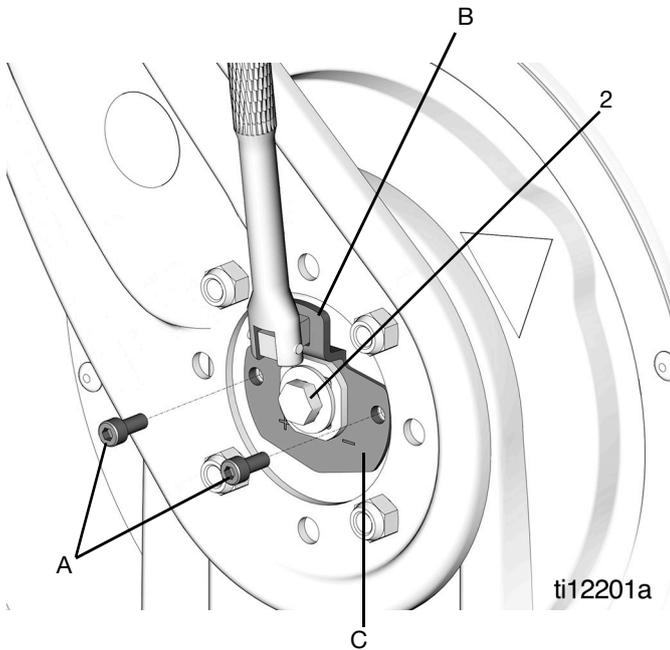

FIG. 2
- b. Afloje el tornillo (2) 3 a 5 vueltas. No lo retire completamente (FIG. 2).
- c. Use una llave hexagonal para aflojar los dos tornillos (A). No los retire completamente (FIG. 2).
- d. Inserte una barra de fuerza para tubo con encastre de 3/8 pulg. en la abertura (B) de la placa de ajuste del muelle (C)(FIG. 2).
- e. Mientras sujeta la barra de fuerza con seguridad, quite completamente los dos tornillos (A)(FIG. 2).
- f. Agarre con firmeza la barra de fuerza con ambas manos y gírela en sentido contrario a las agujas del reloj una vuelta por vez hasta reducir la tensión del muelle a cero (FIG. 2).
11. Instale el pedestal de lado de la pieza giratoria (G) en el carrete.
12. Coloque las tuercas (10) y los tornillos (1).
13. Vuelva a instalar el tornillo (2) y la arandela (3).
14. Conecte la manguera (no mostrada) al codo (11).
- b. Inserte una barra de fuerza para tubo con encastre de 3/8 pulg. en la abertura (B) de la placa de ajuste del muelle (C) (véase FIG. 2 en la página 6).
- c. Agarre firmemente la barra de fuerza con ambas manos y gírela en sentido horario una vuelta por vez para aumentar (apretar) la tensión del muelle. Sueles ser 3 a 5 vueltas (véase FIG. 2 en la página 6).
- d. Coloque y apriete parcialmente un tornillo (A). Retire la barra de fuerza (véase FIG. 2 en la página 6).